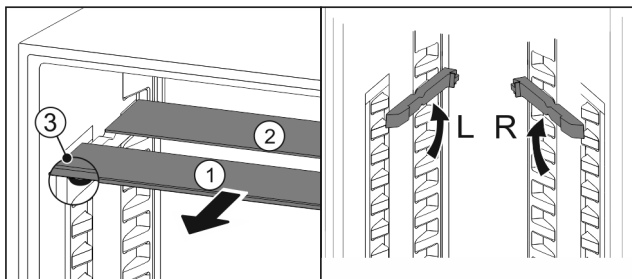

Fig. 54
- ▶ Steklene plošče posamično izvlecite Fig. 54 (1) naprej.
- ▷ Steklena plošča Fig. 54 (1) z okrasno letvijo je spredaj.
- ▷ Zaustavljalniki Fig. 54 (3) so obrnjeni navzdol.